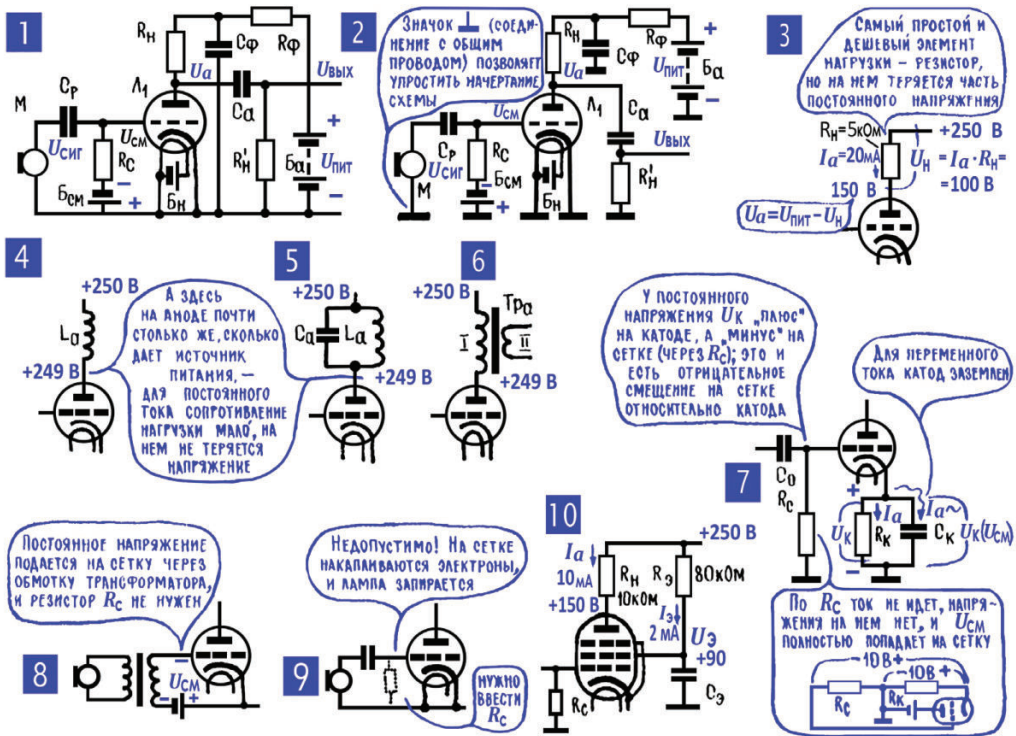

Рис. 10.9. Усилительные каскады на электронных лампах
15. Электронные схемы получаются такими, что многие элементы присоединяются к общему проводу. Но сначала несколько слов об одном графическом приеме: на схеме упрощенно показывают присоединение многих элементов к одному и тому же проводу, используя условное обозначение «соединение с металлическим корпусом, с шасси» (рис. 10.9; 1, 2). Когда-то электронные схемы, особенно ламповые, действительно собирали на металлическом шасси, и оно служило общим проводом для соединения многих элементов. И хотя теперь металлическое шасси встретишь редко, знак этот все же остался, и понимать его нужно так: «соединение с общим проводом». Такой знак очень удобен, он позволяет упростить чертеж, избавиться от многих длинных соединительных линий.
16. Типичный усилительный каскад на триоде. На рис. 10.9; 1, 2 показана схема типичного усилительного каскада на трехэлектродной лампе. Катод лампы заземлен, то есть подключен к общему проводу, и, значит, любая заземленная точка схемы соединена с катодом через этот общий провод. Так, например, через землю, через общий провод, подключен к катоду «минус» анодной батареи и «плюс» батареи смещения. При этом на сетку относительно земли, то есть относительно катода, подается «минус», а на анод – «плюс». Чтобы переменная составляющая анодного тока не попада-
На рис. 10.9; 4, 5 показано, что роль анодной нагрузки могут выполнять катушки индуктивности L_a и колебательный контур $L_a C_a$. Важное достоинство этих схем: на нагрузке не теряется постоянное напряжение, как на резисторе (рис. 10.9; 3), и в то же время катушка и контур могут представлять достаточно большое сопротивление для переменной составляющей анодного тока. То же достоинство имеет включение нагрузки в анодную цепь через трансформатор (рис. 10.9; 6).
Примеры двух последних операций можно увидеть на рис. 10.9; 7. Здесь в катодную цепь лампы включен резистор R_k , зашунтированный конденсатором C_k . Емкость этого конденсатора выбирается с таким расчетом, чтобы для переменной составляющей анодного тока его емкостное сопротивление x_c (гл. 6; 14) было во много раз меньше, чем R_k . В этом случае для переменной составляющей анодного тока I_{a-} катод просто заземлен. А вот постоянная составляющая I_{a-} через конденсатор, естественно, не
Резистор R_c , через который на сетку подается смещение, не нужен, если источник сигнала пропускает постоянный ток, как, например, обмотка микрофонного трансформатора. Но ни в коем случае нельзя допустить, чтобы сетка не соединялась с катодом по постоянному току. Потому что даже единичные электроны, попавшие на сетку, в этом случае будут накапливаться (им просто некуда уйти) и постепенно создадут на сетке такой большой «минус», что лампа сама по себе полностью запретится, анодный ток прекратится (рис. 10.9; 9). Резистор R_c называют резистором утечки: попавшие на сетку электроны стекают с нее через R_c .
18. На резисторе не может теряться напряжение, если по нему не идет ток. Схема на рис. 10.9; 7 дает повод подумать об одной типичной ошибке при оценке напряжений в той или иной точке сложной электрической цепи. Сопротивление резистора R_k обычно 0,1–1 кОм, сопротивление R_c чаще всего 0,1–1 МОм, то есть в тысячу раз больше, чем R_k . И вот эта огромная разница, бывает, наводит на сомнения: а не потеряется ли на R_c напряжение смещения U_{cm} по пути от катода к сетке? Ответ очень определенный: не потеряется. Напряжение, теряемое на том или ином резисторе, определяется током, который по нему идет, а по R_c практически ток не идет (точнее, идет чрезвычайно малый ток, доли микроампера – его создают случайные электроны, попадающие на сетку, несмотря на «минус» на ней). Во всяком случае, большой анодный ток I_a замыкается только по R_k и в R_c не попадает. Вывод: напряжение на самом R_c практически равно нулю, и U_{cm} полностью достается участку сетка–катод.